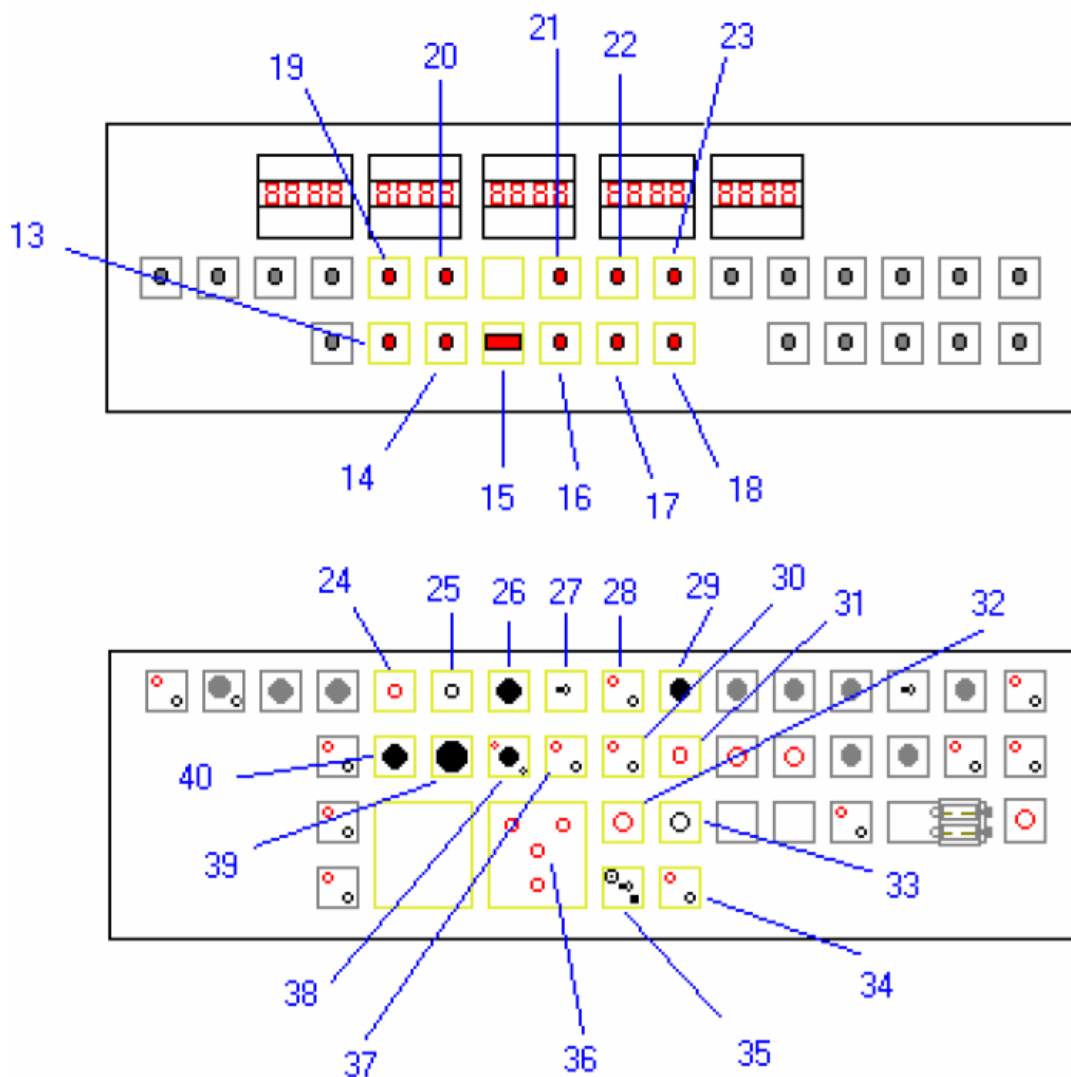

Рис. 3.
- Сигнальная лампочка зарядки (12 или 24В) позиций «17» и «18» (Рис. 3) должна включиться (в противном случае, проверьте соединения).
- сигнальная лампочка зарядки выключится (12 или 24В) «17» и «18» Рис. 3 (см. характеристики генератора);